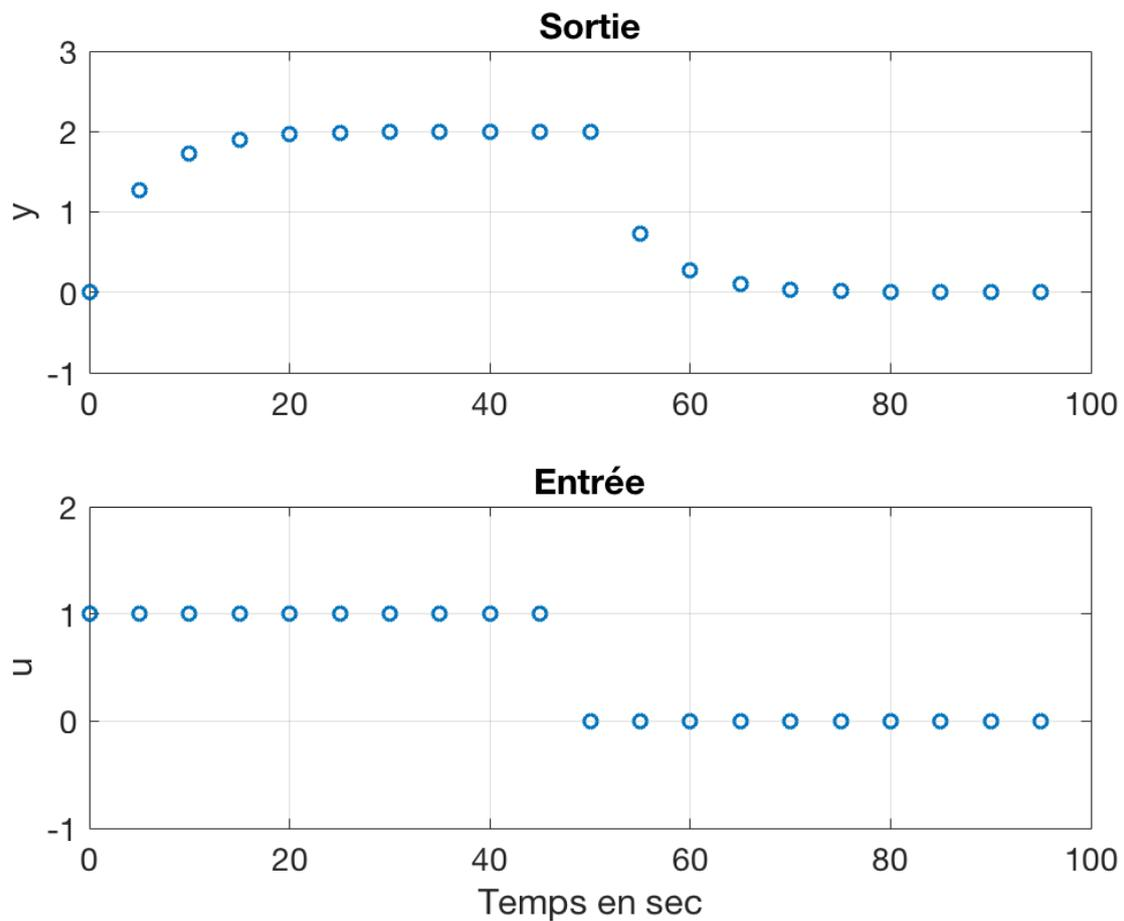

FIGURE 1.1: Echantillons des signaux d'entrée/sortie d'un système.
Sur la figure 1.1 sont représentés les échantillons déterministes des signaux d'entrée  $u(t_k)$  et de sortie  $y(t_k)$  d'un système linéaire à temps continu aux différents instants d'échantillonnage  $t_k$  représentés par des petits cercles.
1. D'après l'allure de la réponse de la figure 1.1, proposer en justifiant une forme de modèle à temps continu.
1. D'après la figure 1.1, formuler une hypothèse sur la variation du signal d'entrée entre 2 instants d'échantillonnage.